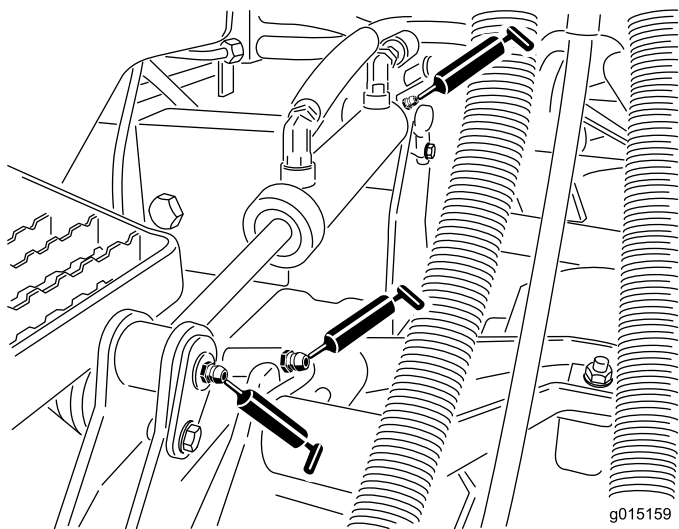

Figura 70
- Casquilhos do braço de elevação (1 por unidade de corte) (Figura 70)
- Casquilhos do cilindro de elevação (2 por unidade de corte) (Figura 70)